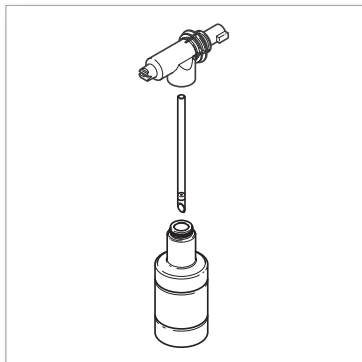
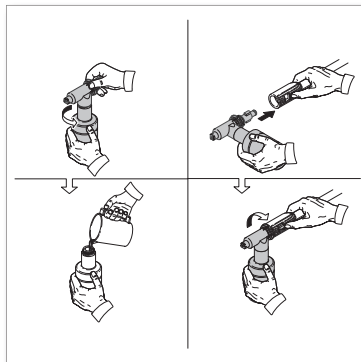

Fig. 11
Fig. 12
- Lorsque vous utilisez la bouteille de détergent, remplissez-le d'un détergent ou nettoyant spécialement formulé avec un ratio d'eau conforme aux instructions sur le contenant (Fig. 11). La bouteille de détergent est fournie avec une paille attachée au couvercle dévissable. Si vous ne voyez pas la paille, regardez à l'intérieur de la bouteille et attachez-la au couvercle (Fig. 12).